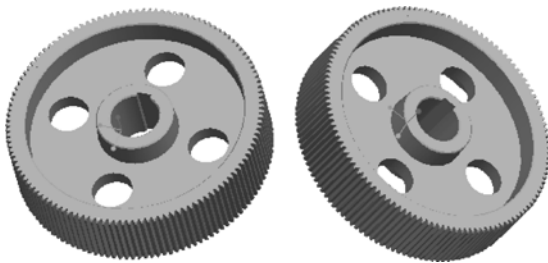

图 13-158 渐开线直齿圆柱齿轮
(6) 上机练习：创建如图 13-158 所示的渐开线直齿圆柱齿轮，该齿轮的模数 m 为 2.5，齿数 z 为 125，齿宽为 80mm，压力角 $\alpha=20^\circ$ ，其他细节结构由读者根据相关齿轮参数、传统经验公式和模型效果图来自行确定。